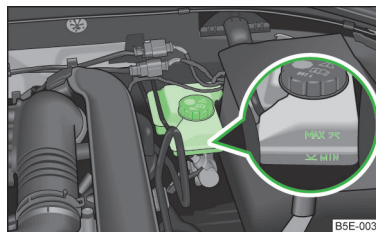

Fig. 179
- Contrôlez le niveau de liquide de frein sur le réservoir » fig. 179. Celui-ci doit arriver entre les marques « MIN » et « MAX ».